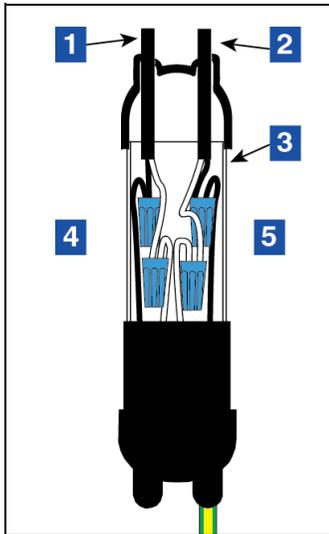

Figura 38. Conexiones de empalme
2. Realice las conexiones a los cuatro cables blanco y negro del protector contra sobretensiones utilizando tuercas para cables como se muestra en la Figura 38.
LEYENDA PARA LOS CUADROS NUMERADOS DE LA FIGURA 38